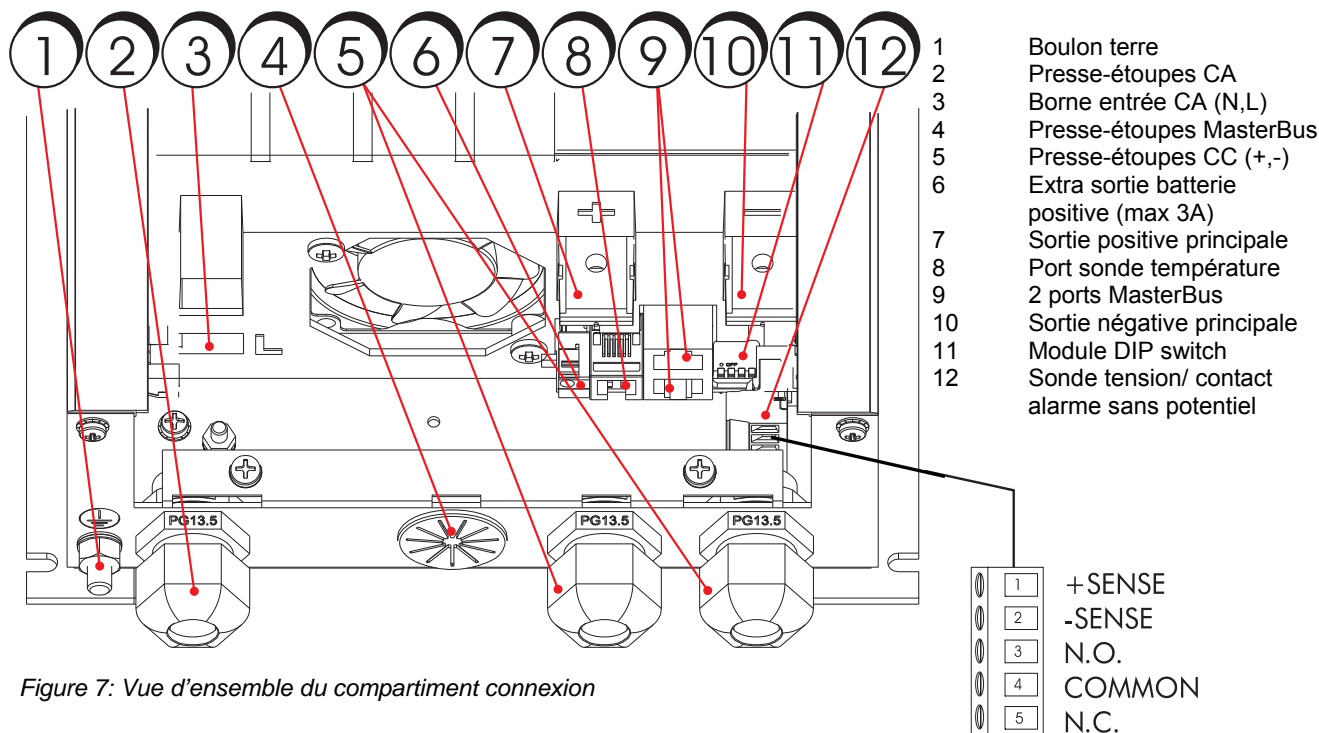

Figure 7: Vue d'ensemble du compartiment connexion
- 4 Compensez la chute de tension due au Répartiteur de charge en changeant le paramétrage du commutateur DIP 4 (voir fig. 7).
- Connectez le pôle positif de la seconde batterie à la cosse +3A du chargeur (voir fig. 7 et 8).
La sonde de température en série est fournie avec un câble de 6 mètres et un ruban à double face pour une installation facile. Déterminez l'endroit le plus chaud sur le groupe de batteries, puis nettoyez-le et dégraissez-le. Enlevez le morceau de papier du ruban et collez la sonde sur la batterie. Branchez le câble modulaire dans l'une des deux cosse à droite du chargeur (voir fig. 7). Peu importe laquelle, les deux ("RS232" et "analog") conviennent. Il n'est pas nécessaire de raccourcir le câble. Quand vous voulez le raccourcir de toute façon, prenez note de la polarité de la fiche et utilisez l'ancien connecteur comme exemple.
Pour obtenir une réduction substantielle de la durée de charge, vous pouvez compenser l'affaiblissement des câbles de batterie en utilisant la fonction de détection. Utilisez des fils de 0,75 mm² de préférence rouges et noirs, et protégez-les avec des fusibles de 2A à action retardée. Connectez les fils avec les deux cosse supérieures du connecteur vert sur le côté droit du boîtier (voir fig. 7). Faites très attention à la polarité des fils, rouge sur +S (Détection +) et noir sur -S (Détection -). Connectez ensuite l'autre côté des fils : noir sur le pôle négatif de la batterie et rouge sur le côté batterie du fusible du chargeur.
Voir figure 7
- Tournevis plat 2 mm pour bornes sonde (figure 7 point 12).